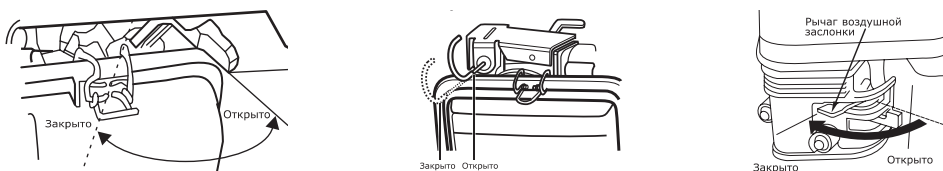

**Рис. 13. Топливный кран**
**6.** Поверните топливный кран в положение «Открыто» (рис. 13).
- Перекройте топливный кран, установив его в положение «Закрыто» (рис. 13).